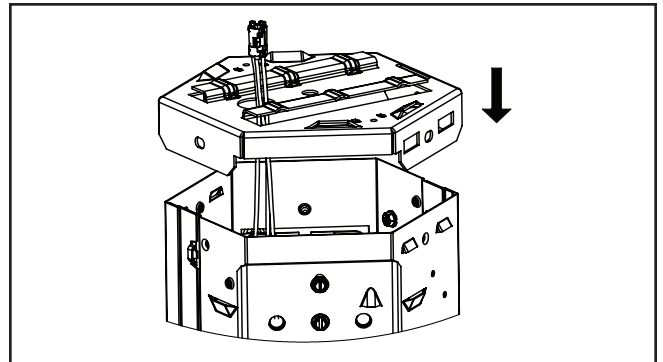

Figure 3.
3. Attachez le boîtier supérieur du TCB au luminaire et passez les fils à travers. (Figure 3)